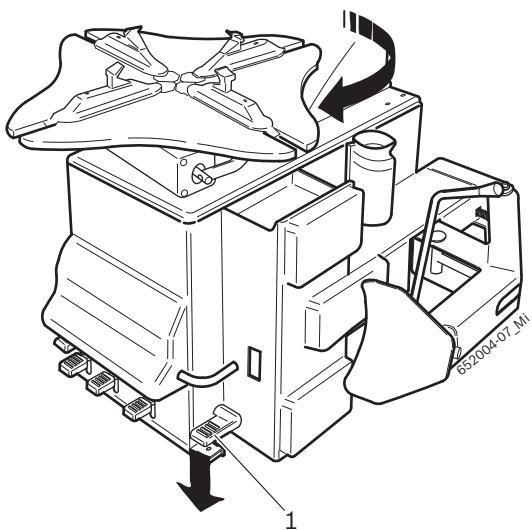

Fig. 2: Contrôle du sens de rotation
- !** Pour le fonctionnement normal du TCE 4335, il est fondamental que, lorsqu'on appuie sur la pédale indiquée sur la Fig.2 (1), le sens de rotation de la bride de serrage s'effectue dans le sens des aiguilles d'une montre.